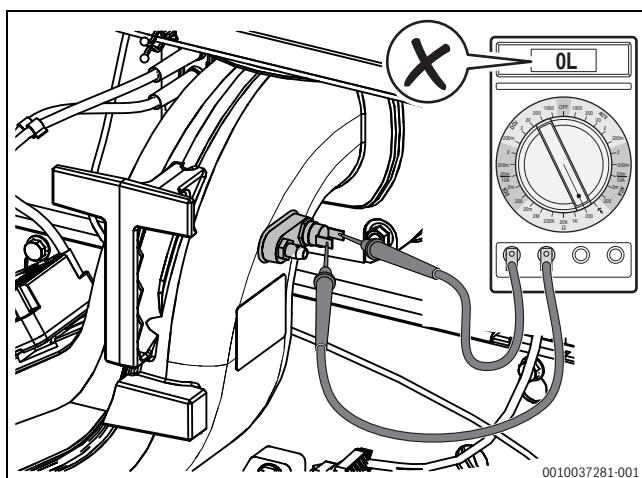

Рис. 80 Измерение электрического сопротивления на контактах реле контроля температуры (реле неисправно)
- Если сопротивление равно нулю или > 1 Ом (→ Рис. 80), то обратитесь в заводскую сервисную службу с целью возврата прибора и замените горелку.